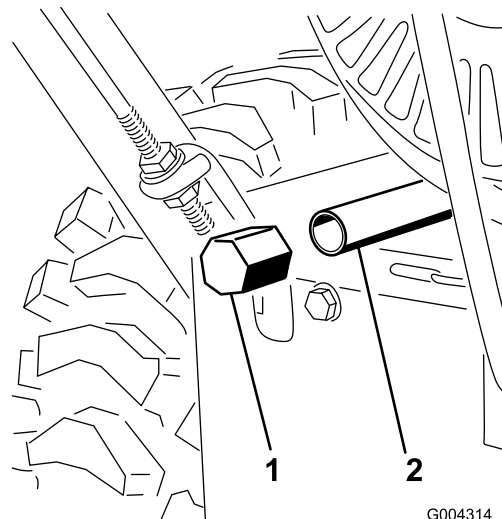

Figura 26
3. Pulite l'area intorno al tappo di spurgo dell'olio (Figura 26).
4. Inserite una bacinella di spurgo dell'olio sotto la prolunga e togliete il tappo di spurgo (Figura 26).